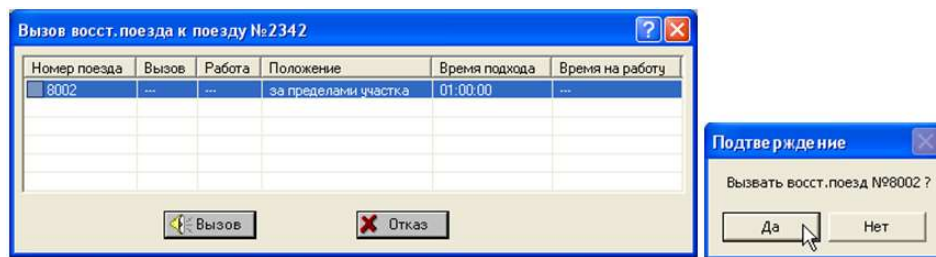

Рис. 20. Информационное окно «Вызов восстановительного поезда к поезду №...».
2. Далее в появившемся окне «Вызов восстановительного поезда к поезду №...» выделите восстановительный поезд и подтвердите свой выбор нажатием на кнопку «Да» в окне «Подтверждение» (рис. 20). При этом в графе «Номер поезда» отобразится значок « 8002» - вызван восстановительный поезд № 8002 к поезду № 2342.